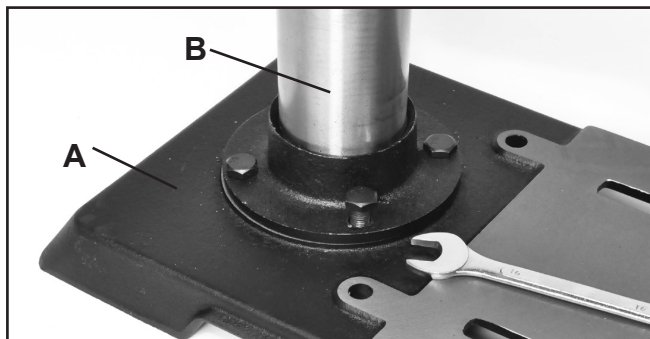

FIG. 1
1. Placez la base (partie #1, figure 1, A) sur un plancher de niveau où la machine sera utilisée. FIG. 1.